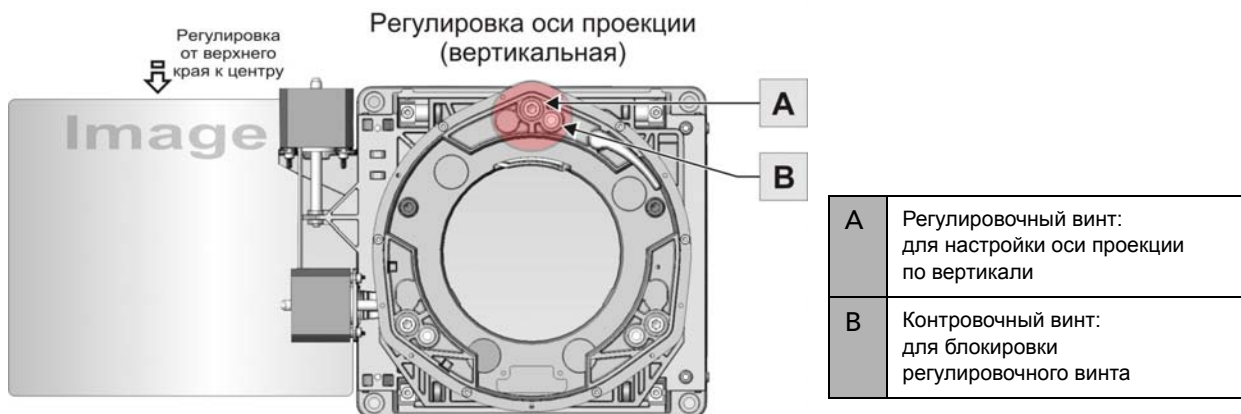

РИСУНОК 3-12 РЕГУЛИРОВКА ИЗОБРАЖЕНИЯ ПО ВЕРТИКАЛИ
3. Ослабьте контрольный винт с помощью 5-мм шестигранного ключа Allen™ (**Рисунок 3-12, B**).
4. Поверните регулировочный винт против часовой стрелки на 1/8 оборота с помощью 5-мм шестигранного ключа Allen™. (**Рисунок 3-12, A**).